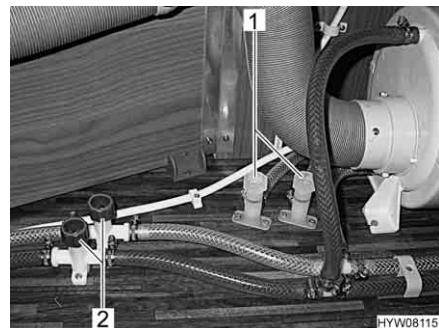
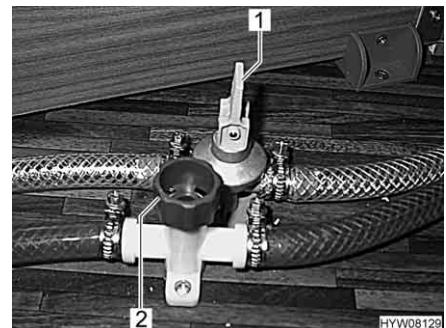

Fig. 146 Rubinetti di scarico scal-dacqua
Fig. 147 Rubinetti di scarico del boiler
- Chiudere tutti i rubinetti di scarico. A tal fine ruotare i coperchi (Fig. 146,1 e 2 o Fig. 147,2) in senso orario oppure posizionare la leva a bilanciere (Fig. 147,1) in posizione orizzontale.